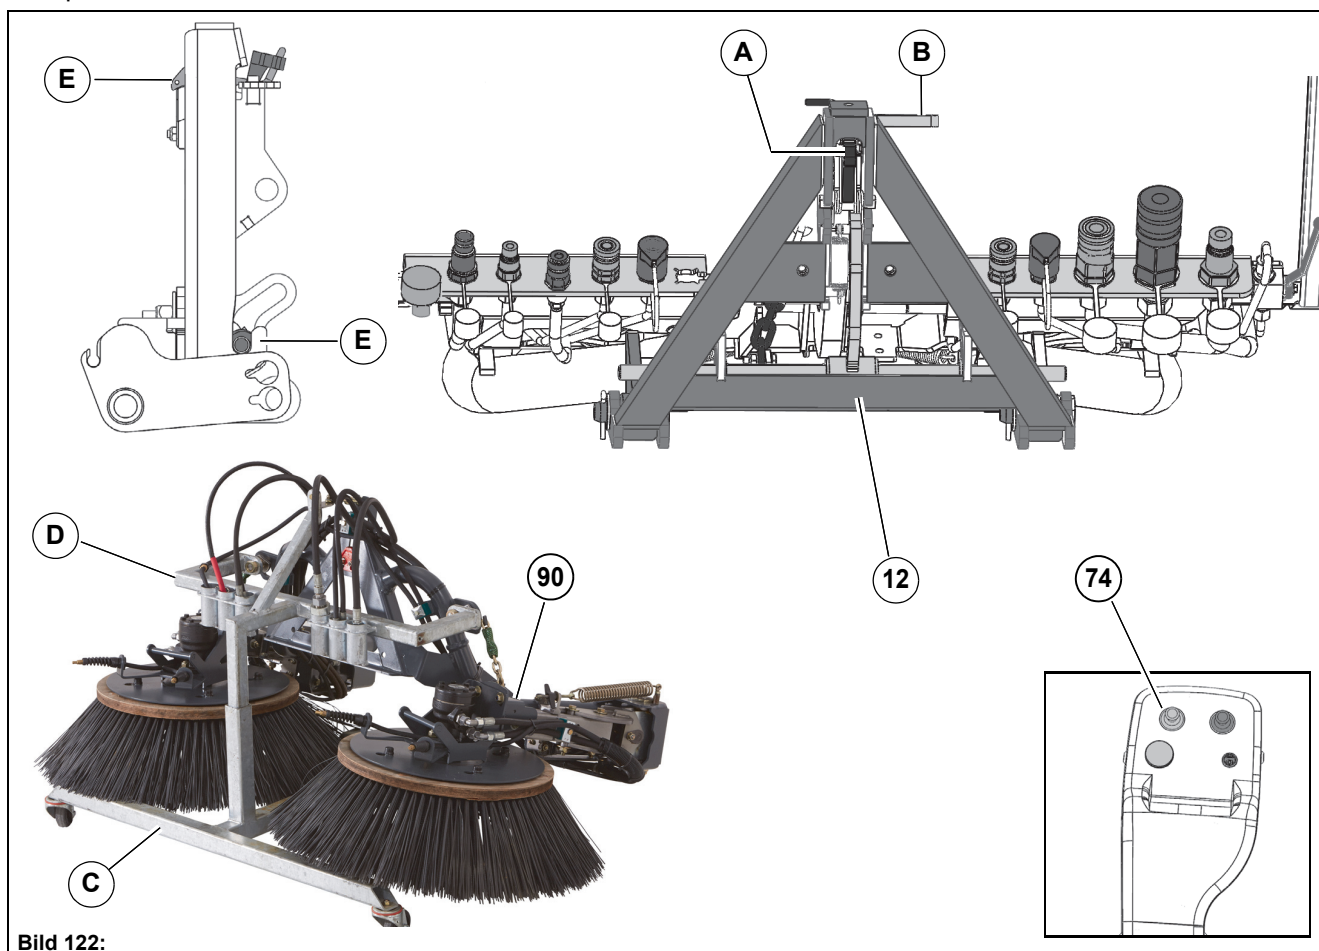

Bild 122:
1. Lossa låshaken **Bild 122-A** och låsstängen **Bild 122-B** på frontaggregathållaren **Bild 122-12**. Sänk ner frontaggregathållaren med joysticken **Bild 122-74**.
2. Använd rullvagnen **Bild 122-C** (tillval) för att rikta in sopenheten **Bild 122-90** centrerat och i linje med frontaggregathållaren.
5. Lås sopenheten med låshaken och låsstängen. Kontrollera spelet på låshaken, se **Bild 122-E**, ställ in med avlänga hål vid behov.
6. Tryck ner rullvagnens överdel **Bild 122-D** och dra ut den ur sopenheten.